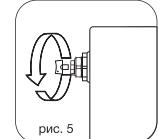

рис. 5
- Для удаления воздуха из радиатора в верхний коллектор обязательна установка крана Маевского® или автоматического воздухоотводчика. Для удаления воздуха через кран Маевского необходимо периодически (несколько раз в год) вручную сливать его с помощью специального ключа" (рис. 5).